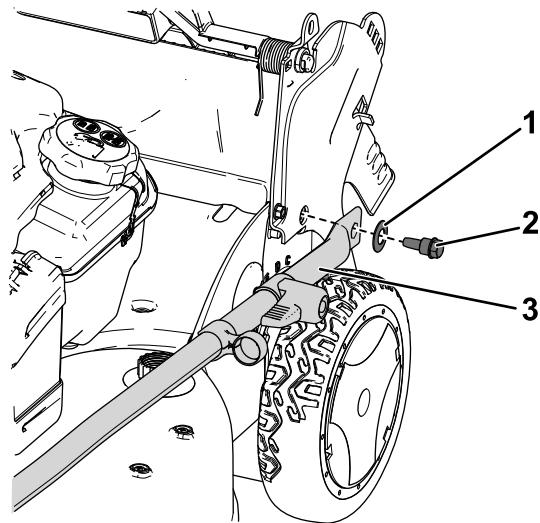

Bild 3
2. Befestigen Sie die Holmenden mit zwei Scheiben und zwei Holmschrauben am Maschinengehäuse (Bild 3), ziehen Sie die Holmschrauben jedoch nicht fest.
Wichtig: Verlegen Sie die Kabel an der Außenseite des Griffs (Bild 3).